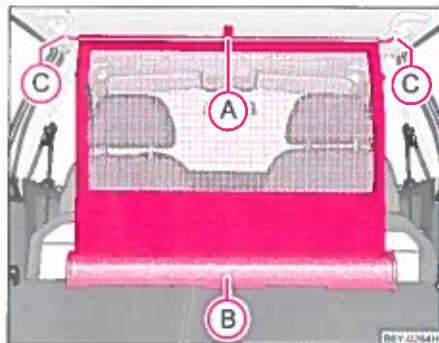

Fig. 63 Udrulning af netskillevæggen
- Træk netskillevæggen ud af huset (B) ved hjælp af lasken (A) ⇒ fig. 63.
- Sæt tværstangen ind i én af holderne (C) først i den ene side og tryk stangen fremad.
- På samme måde fastspændes tværstangen i den anden side af vognen, holder (C).